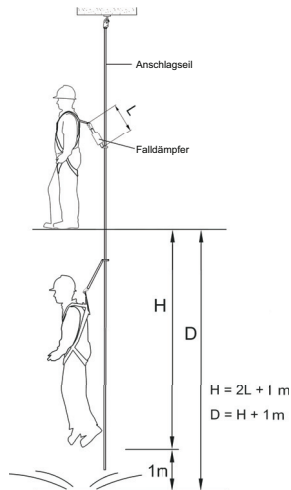

Fig. 1 Auffangweg und minimale lichte Höhe zum Auffangen
- Der maximale Auffangweg H und die minimale lichte Höhe zum Auffangen D sind in Abb. 1 angegeben (L ist die Länge des Falldämpfers).